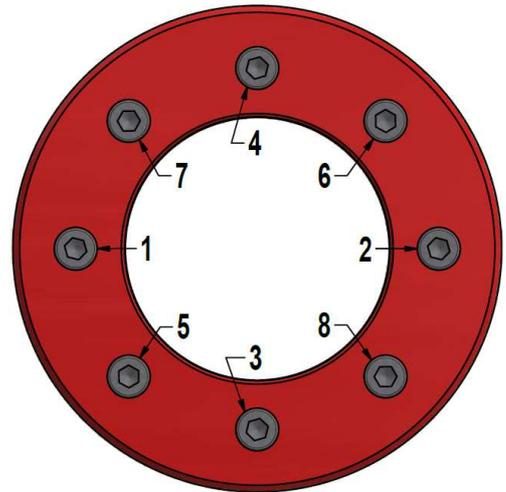

Fig. 5. Esempio di schema di serraggio.
3. Avvitare manualmente le viti, secondo uno schema a croce (fig. 5), fino al recupero completo dei giochi di accoppiamento con albero e mozzo, che risulteranno leggermente bloccati. Al contempo, assicurarsi che il mozzo sia allineato correttamente, utilizzando un comparatore. La distanza (**X**) tra anello di spinta e mozzo o estremità d'albero
**!** Avvitare progressivamente le viti in più passate, secondo uno schema a croce (fig. 5), serrando di  $\frac{1}{4}$  di giro circa ad ogni passata, fintanto che non sia più possibile serrare di  $\frac{1}{4}$  di giro.